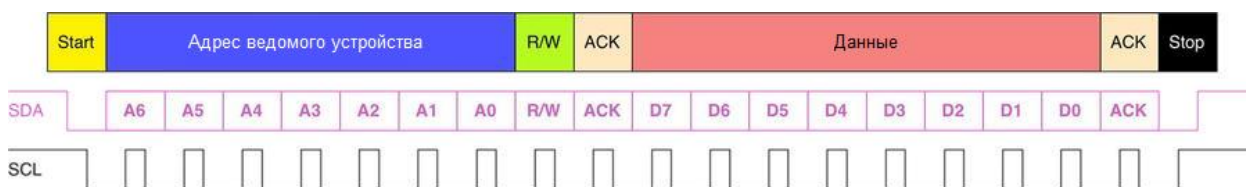

Рисунок 2: Структура базового сообщения интерфейса I²C
Все транзакции начинаются со START-условия и заканчиваются STOP-условием (см. **рисунок 2**). Переход с ВЫСОКОГО логического уровня на НИЗКИЙ на линии SDA, в то время как на линии SCL ВЫСОКИЙ уровень, определяет START-условие. Переход с НИЗКОГО логического уровня к ВЫСОКОМУ на линии SDA, в то время как на линии SCL ВЫСОКИЙ уровень, определяет STOP-условие.
Каждое слово, передаваемое по линии SDA, должно иметь размер 8 бит, и это также подразумевается для кадра адреса, как мы увидим через некоторое время. Количество байт, которое может быть передано за одну транзакцию, не ограничено. Каждый байт должен сопровождаться битом «Подтверждено» (Acknowledge, ACK). Сначала данные передаются со *старшего значащего бита* (Most Significant Bit, MSB) (см. **рисунок 2**). Если ведомое устройство не может получить или передать другой полный байт данных до тех пор, пока оно не выполнит какую-либо другую функцию, например, обслуживание внутреннего прерывания, оно может удерживать линию синхронизации SCL на НИЗКОМ логическом уровне, чтобы перевести ведущее устройство в состояние ожидания. Затем
Кадр адреса всегда является первым в любой новой последовательности передачи. Для 7-разрядного адреса сначала следует старший значащий бит (MSB), за адресом следует бит R/W, указывающий, является ли это операцией чтения (1) или записи (0) (см. рисунок 2).